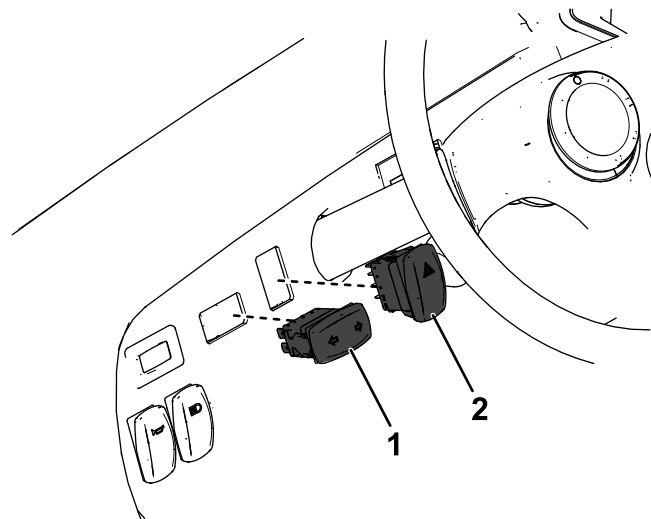

図 8
3. 図 8 のように、それぞれの穴に方向指示器スイッチとブレーキスイッチを嵌める。カチッという音がするまで押し込むこと。